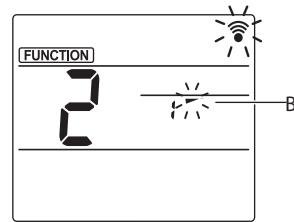

Fig. 3
③ Kanatçık açısını ayarlama (Fig. 3)